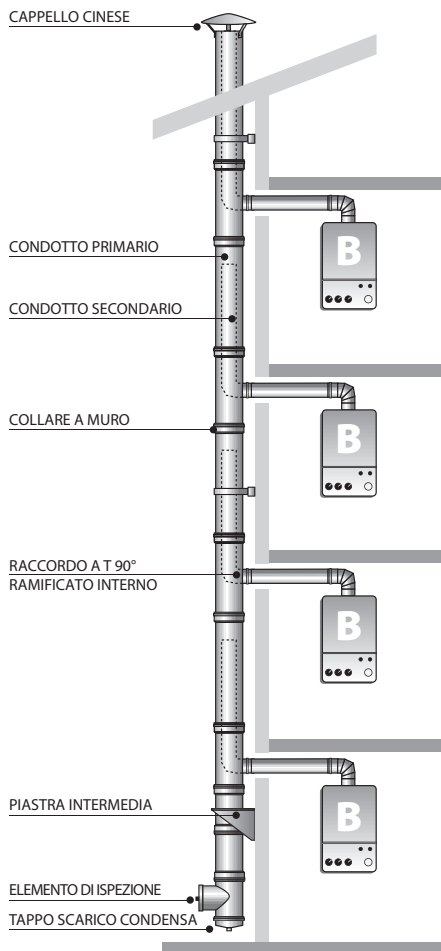

FIGURA 6 Canna coassiale
5.2. Schema di montaggio per canne fumarie collettive asservite ad apparecchi di tipo B (figura 6)
- Inserire ora il raccordo a T che permette di collegare il canale da fumo al camino; dovrà essere installato un raccordo a T 90 di tipo coassiale (figura 6).